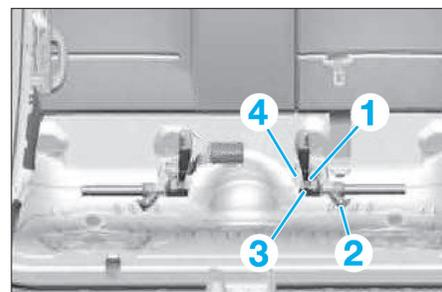

Fig. 30
- Déposer la vis de fixation (1) (Fig.30).
- Déverrouiller et débrancher le connecteur (2).
- Déposer la partie inférieure de la ceinture (3).